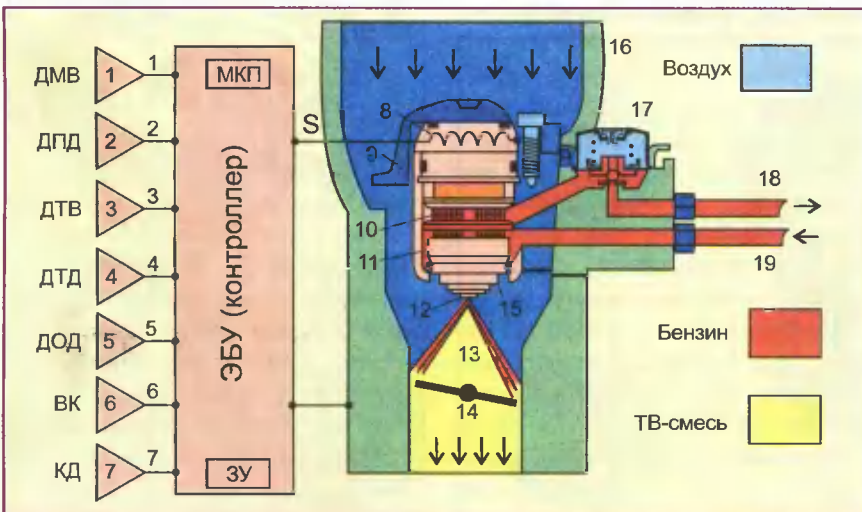

Рис. 5.
Так как подпорное давление P_T в топливоподающей магистрали (ПБМ) постоянно (для "Моно-Jetronic" $P_T = 1...1,1$ бар), а пропускная способность форсунки задана суммарным сечением отверстий распылительного сопла, то время открытого состояния форсунки однозначно определяет количество впрыснутого бензина. Момент впрыска (на рис. 5 сигнал от датчика ДМВ) обычно задается одновременно с сигналом на воспламенение ТВ-смеси от системы зажигания (через 180° поворота коленвала ДВС).
□ В ЭБУ системы "Моно-Jetronic" имеется микропроцессор МКП (см. рис. 5) с постоянной и оперативной памятью (блок ЗУ). В постоянную память "зашиита" эталонная трехмерная характеристика впрыска (ТХВ). Эта характеристика